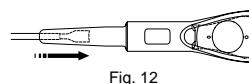

Fig. 12
- Luk kæberne på isætningspincetten til ICL eller TICL, og indsæt dem i cylinderen fra patronens forende. (Fig. 12)